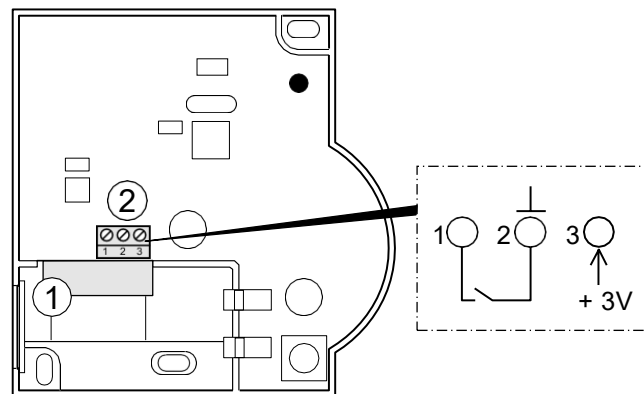

Figure 7: Raccordement de la source de courant externe (uniquement HCW 82)
- Introduisez le câble de sortie du bloc d'alimentation à travers l'ouverture du boîtier (1) (voir Figure 7) vers l'intérieur.
- Raccordez le câble de sortie à la borne (2) (voir Figure 7).
- Raccordez une sonde de détection avec contact libre de potentiel au HCW 82 (installation au raccordement 1 et au raccordement 2, voir Figure 7 (2), Page 13).